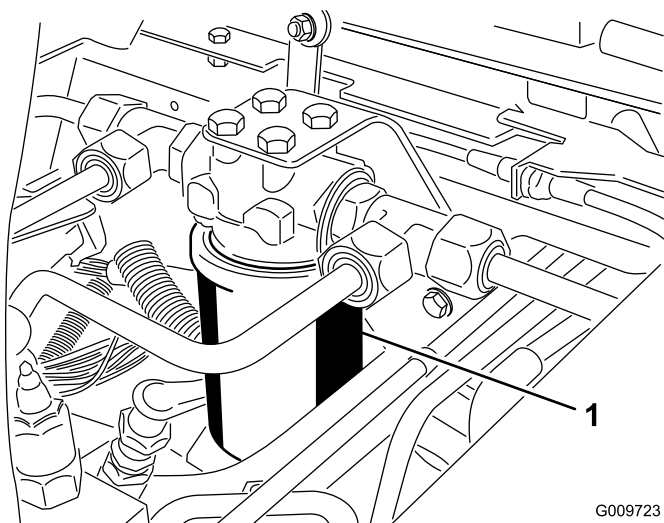
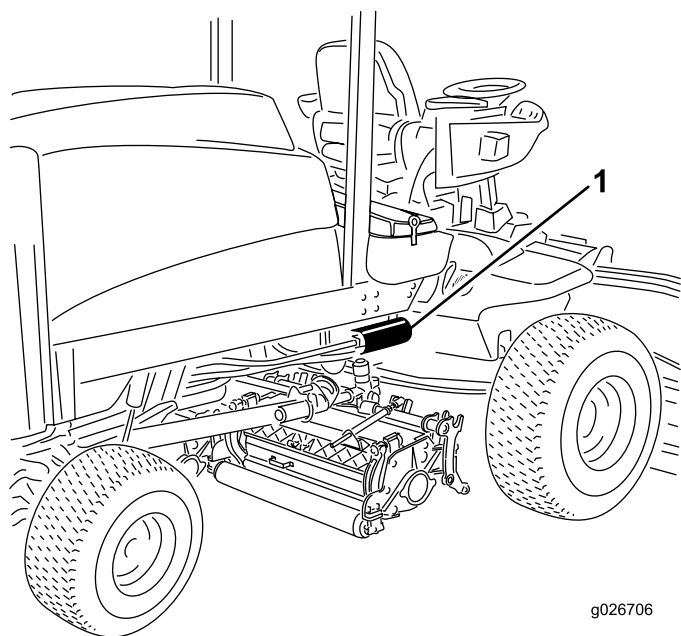

図 74
図 75
2. フィルタ容器の周辺をウェスできれいにぬぐう。フィルタ図 74と図 75の取り付け部周辺をきれいにふき、下に廃油受けを用意し、フィルタを外す。